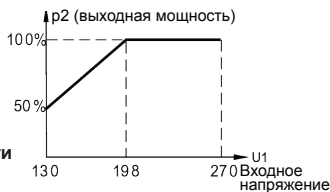

Рис. 2. Кривая выходной мощности
Взаимосвязь между выходной мощностью и входным напряжением показана на рис. 2. Если входное напряжение будет меньше 198 В, выходная мощность изделия снизится.
7.6 Допустимая нагрузка зависит от локального напряжения и потерь напряжения в проводах. Входное напряжение, мощность и допустимую нагрузку регулятора см. на рис. 2.
8.3 Изделие запрещается использовать в условиях перегрузки, пониженного входного напряжения и пониженной нагрузки. Соответствующую информацию см. на рис. 2.